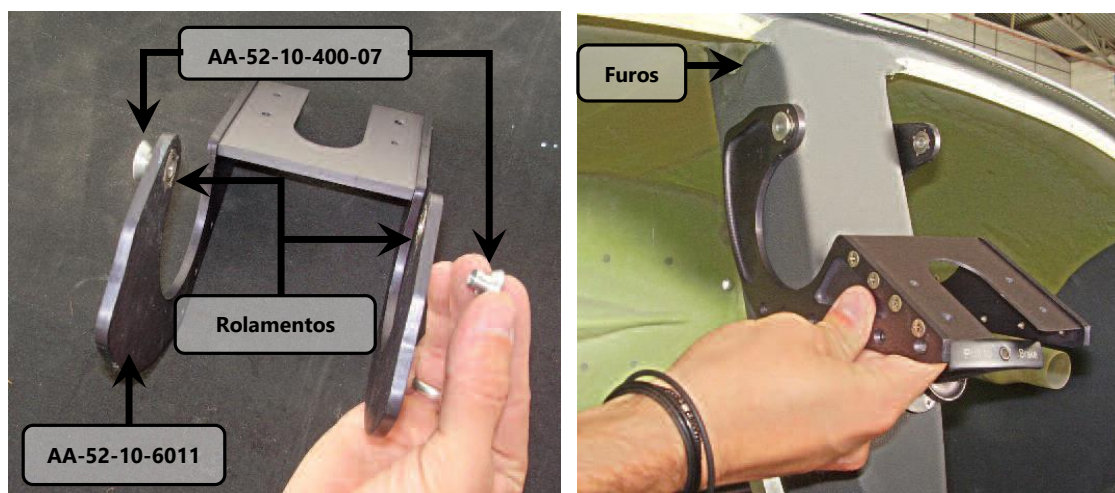

Figura 52.10.1 – Espaçadores cônicos e posicionamento da dobradiça
1. Alocar os espaçadores AA-52-10-400-07 nos rolamentos da dobradiça AA-52-10-6011, conforme mostrado na figura 52.10.1 abaixo.
2. Posicionar e alinhar os furos dos rolamentos da dobradiça AA-52-10-6011 com os furos superiores da coluna central da cabine de vôo, ver figura 52.10.1